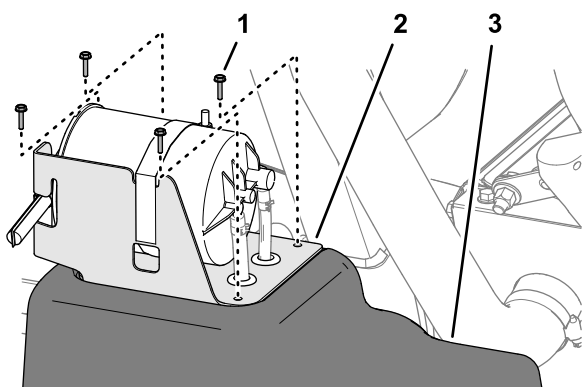

図 83
2. 燃料タンク部分で、カーボンキャニスタ用ブラケットを燃料タンク上部に固定しているねじ#10 x 3/4" 4本を外す 図 83。